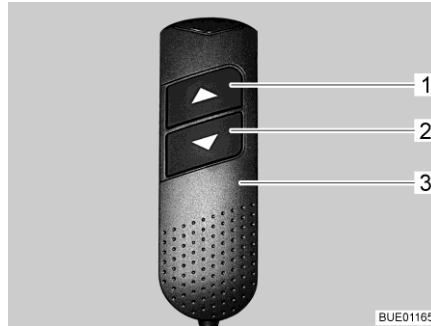

Fig. 110 Elemento de mando (cama elevada)
- En el elemento de mando (Fig. 110,3), pulsar ambas teclas de flecha (Fig. 110,1 y 2) al mismo tiempo y mantenerlas pulsadas hasta que la cama elevada se haya desplazado completamente hacia abajo. Después de soltar las teclas se oirá un pío de confirmación.
- En el elemento de mando (Fig. 110,3), pulsar la tecla de flecha (Fig. 110,2) y mantenerla pulsada hasta que se haya desplazado a la posición final inferior.
- En el elemento de mando (Fig. 110,3), pulsar la tecla de flecha (Fig. 110,1) y mantenerla pulsada hasta que se haya desplazado a la posición final superior.
- Con las teclas de flecha (Fig. 110,1 ó bien 2), desplazar la cama elevada brevemente en la dirección opuesta.